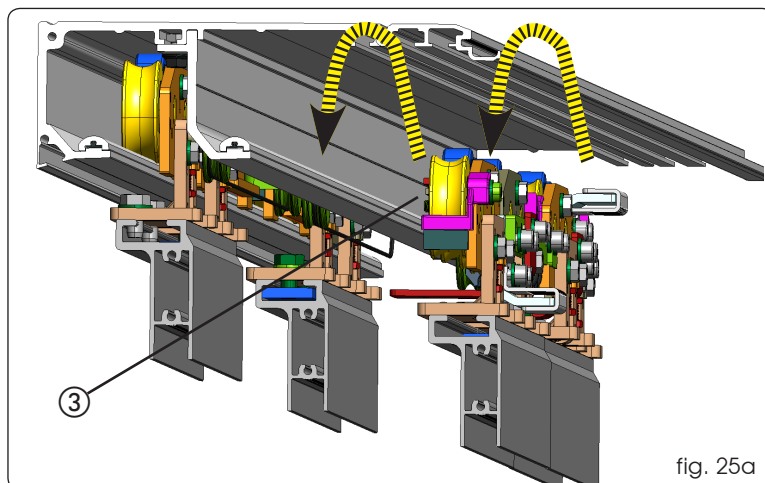

fig. 25a
Monteer de geassembleerde loopwagengroep voor de vleugel op het profiel, fig.25a-b Ref. ③④ .